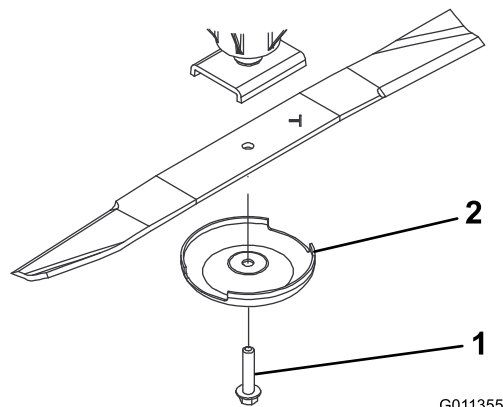

Рисунок 63
- Возьмитесь за конец ножа рукой в перчатке на толстой подкладке или через слой ветоши. Снимите болт ножа, защитный колпак и нож со шпинделя (Рисунок 63).
- Установите нож полотном в направлении режущей деки вместе с крышкой предотвращения повреждения почвы и болтом ножа (Рисунок 63). Затяните болт ножа с моментом от 115 до 149 Н·м.
При износе ножа между полотном и плоской частью ножа образуется бороздка (Рисунок 63). Часть ножа может случайно отломиться и вылететь из-под корпуса, возможно, нанеся тяжелую травму оператору или находящимся рядом людям.